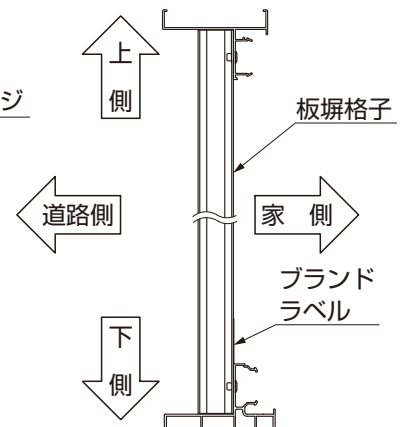

図5-4 板塀格子の取付け方向
- 板塀格子には取付けの際 方向、向きがあります。(図5-4参照)